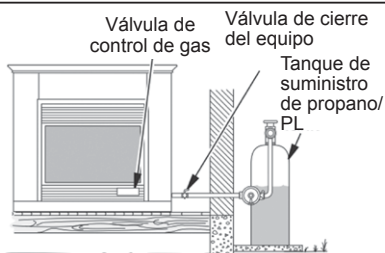

Fig. 16.1: Verificación de las juntas de gas (solo propano/PL)
4. Verifique todas las juntas desde la válvula de cierre del equipo a la válvula de control (consulte las Figs. 16.1 o 16.2). Aplique una mezcla de jabón líquido y agua en las juntas de gas. Si se forman burbujas, es posible que haya una fuga.